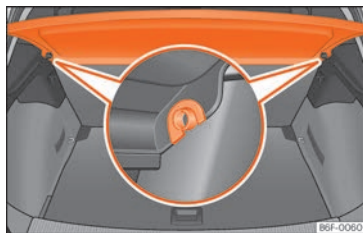

Fig. 146 Al maleter: desmuntar i muntar la safata.
- Desencaixeu la safata dels suports laterals »» fig. 146 estirant-la cap amunt i extraieu la safata.
- Introduïu la safata horitzontalment fent coincidir la "ferradura" sobre l'eix dels suports »» fig. 146, i premeu cap avall fins que encaixin.